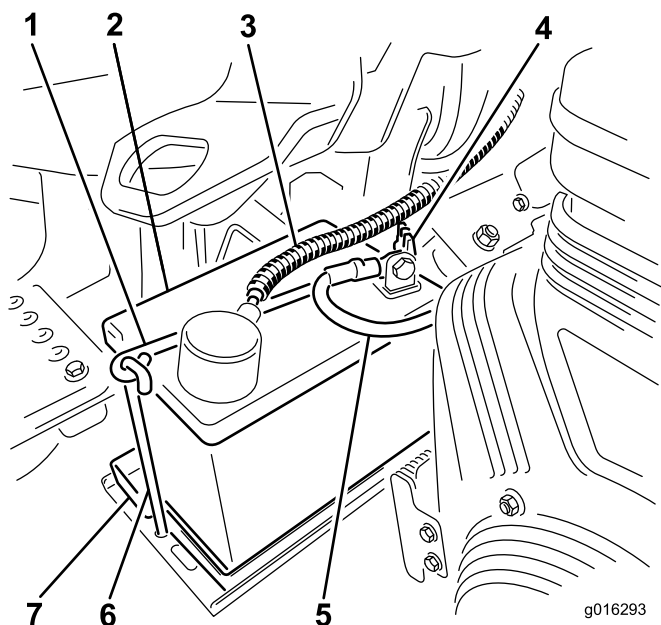

图8
7. 将电池放在电池座盘上，用之前拆下的电池夹和紧固件固定。图8
8. 使用螺栓和螺母将正极（红色）接线连接到正极（+）电池端子，负极（黑色）接线连接到负极（-）电池端子（图8）。将橡皮套滑动到正极电池端子上，防止可能发生的短路情况。